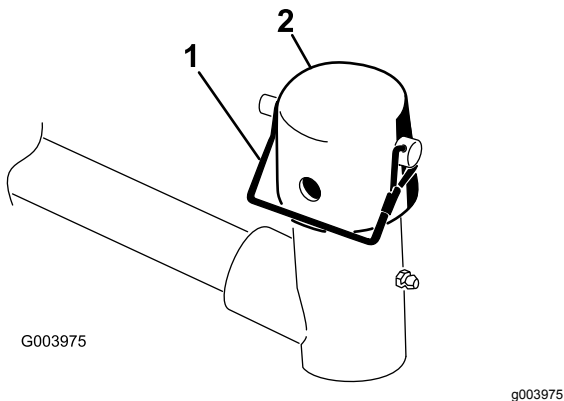

Figura 10
7. Retire el pasador de seguridad y el tapón de la horquilla de pivote del brazo de elevación (Figura 10).
11. Sujete el tapón y el eje del bastidor de tiro a la horquilla del brazo de elevación con el pasador de seguridad. Utilice la ranura si se desea una unidad de corte dirijible, y utilice el taladro si la unidad de corte va a quedar bloqueada en una posición fija (Figura 10).